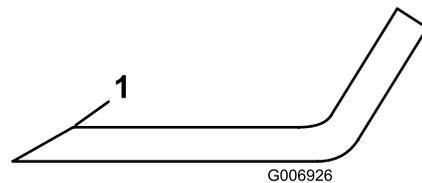

图 74
4. 检查所有刀片的刀刃如果刀刃变钝或出现裂口应打磨刀刃的边缘保持最初的切割角度以保证锋利度 图 74。